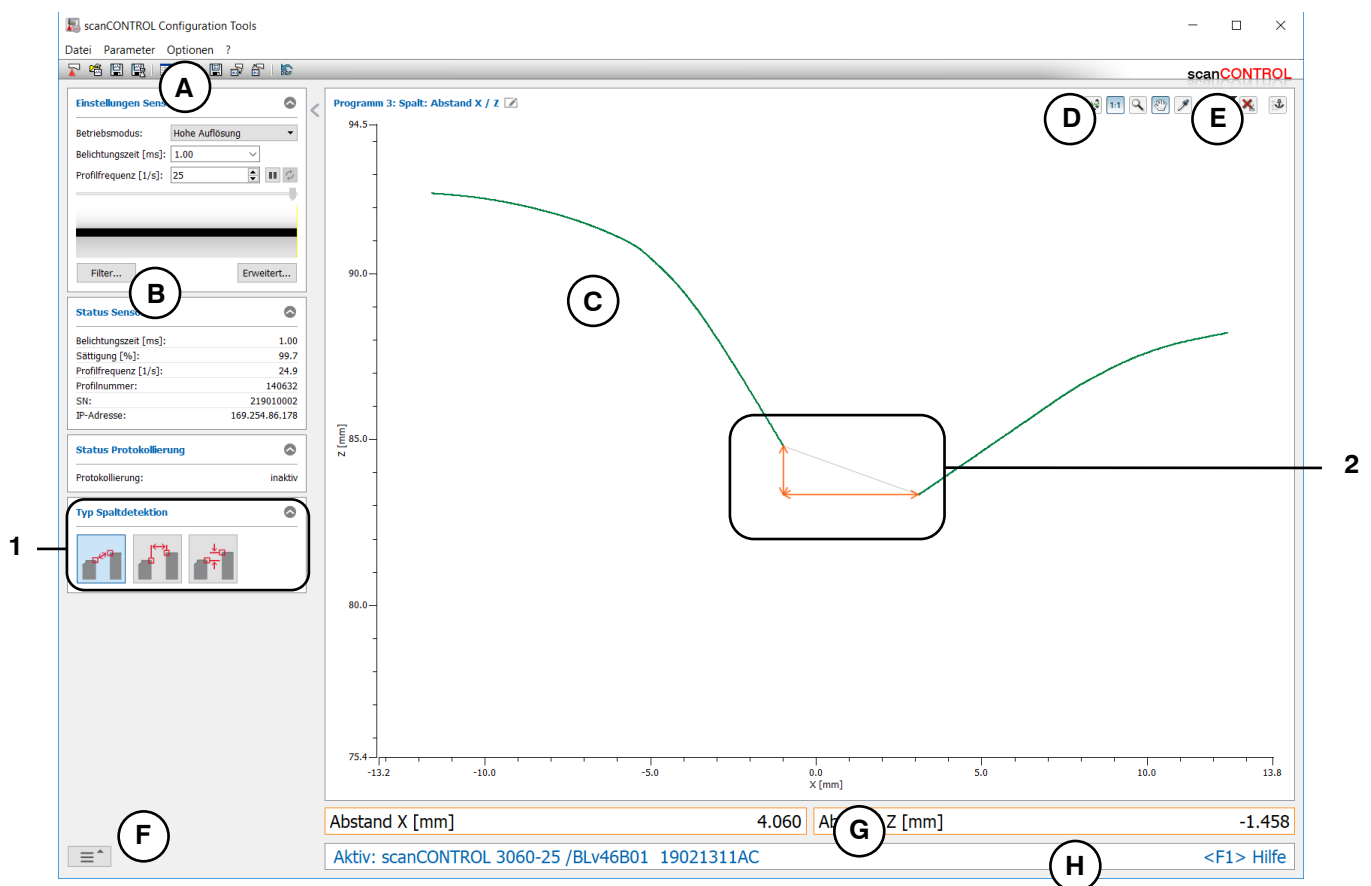

Abb. 4.39: Messprogramm „Spalt Abstand X/Z“
- Definieren Sie den Typ der Spaltdetektion (siehe Abb. 4.39):